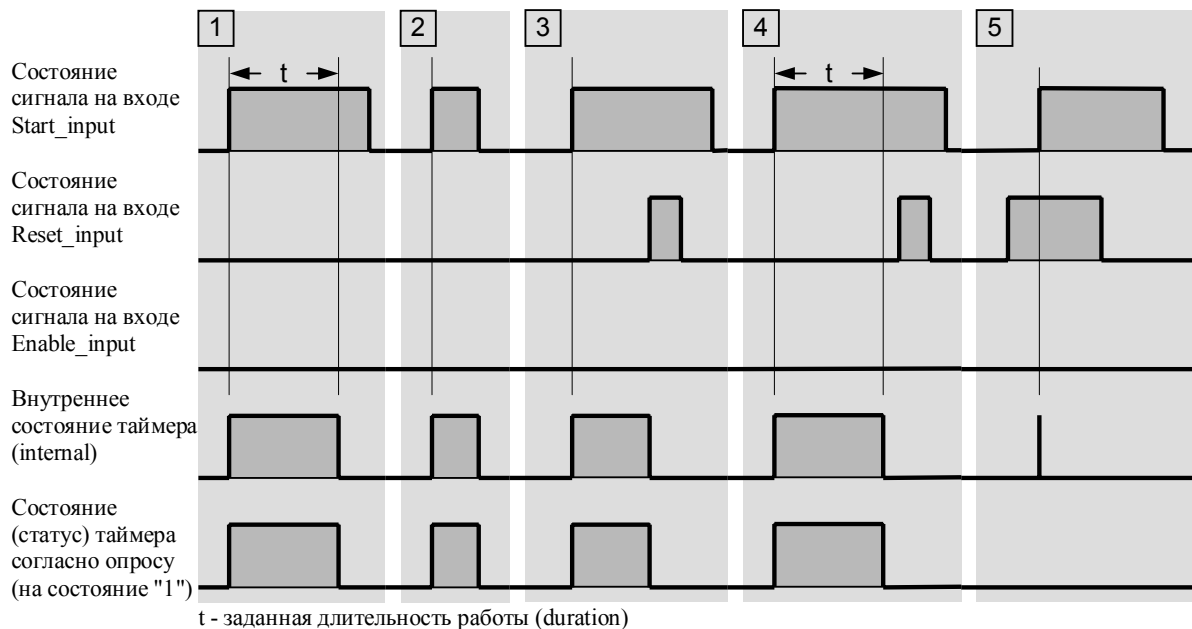

Рис. 7.3 Отклик таймера с управляемым импульсом на сигналы запуска и сброса
Показанное на рис. 7.3 поведение таймера будет соответствовать действительности, если Вы будете придерживаться рекомендованной выше последовательности операторов для STL (сначала запуск, затем сброс, затем опрос таймера). Обычно операция разблокирования (Enabling a timer) не требуется, и для программы на SCL она также не является необходимой.
Операция сброса (Resetting a pulse timer) имеет статический эффект и имеет приоритет перед запуском таймера (см. рис. 7.3).
- 5 Если сигнал на входе Start_input изменяет свое состояние с "0" на "1" (присутствует положительный фронт сигнала), в то время, как на входе Reset_input присутствует состояние "1", то таймер запускается, но последующая инструкция сброса немедленно его сбрасывает (на рис. 7.3 это показано жирной вертикальной чертой). Если проверки (опросы) таймера на состояние "1" (timer status) следуют по времени после сброса таймера, то короткое время работы таймера после его запуска не скажется на результатах проверки - результат проверки будет равен "0".